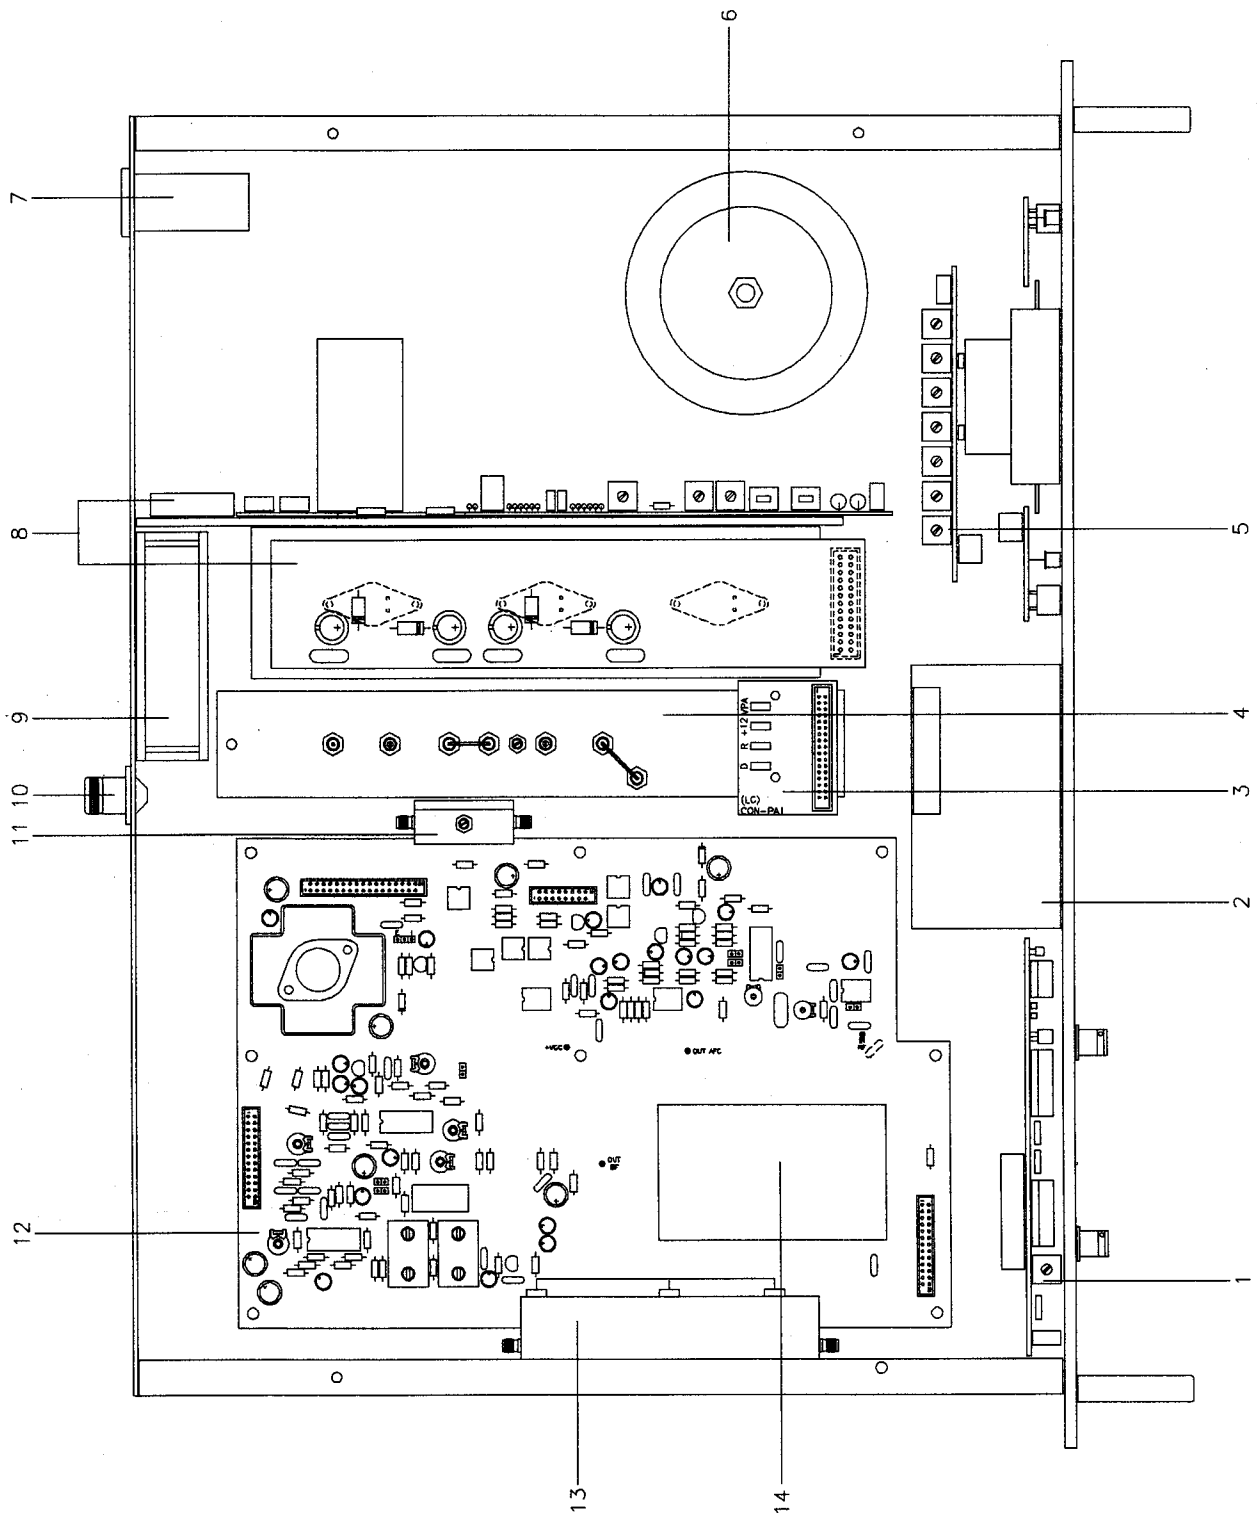

FIG. 3A
La CPU è racchiusa in un contenitore metallico e fissata sul pannello frontale in posizione centrale (2 Fig.3A-3B-3C).
Questa scheda (1 Fig.3A-3B-3C) è montata sul lato sinistro del pannello anteriore.
Il circuito è costituito da due schede e uno strumento analogico fissati sul lato destro del pannello anteriore (5 Fig.3A-3B-3C).
Questa scheda è montata sul lato sinistro della macchina, in posizione centrale (13 Fig.3A-3B-3C).
**DESCRIZIONE DELLA VISTA DALL'ALTO DEL PTRL-NV/2 1W (Fig.3A)**